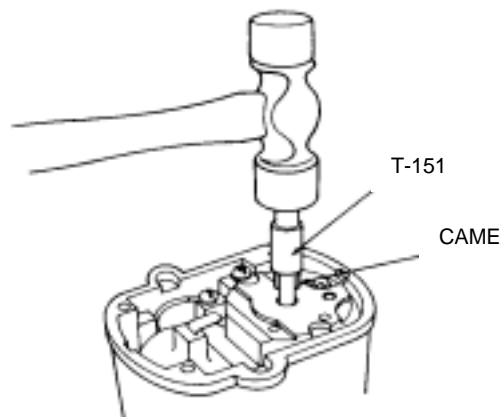

Figure 7.9
B. Enfoncer la came jusqu'à ce qu'elle s'insère à fond dans le logement du rotor. (Voir figure 7.9)